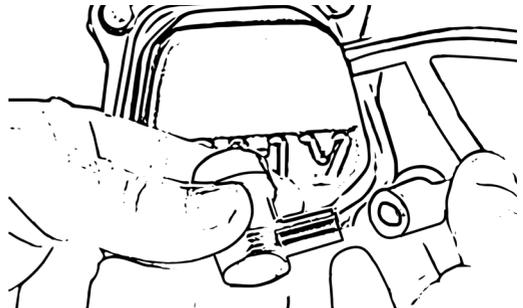

Bild 37
- Tryck fast det extra kontaktdonet på kabeln och vrid kontaktdonet medurs för att dra åt, bild 37.